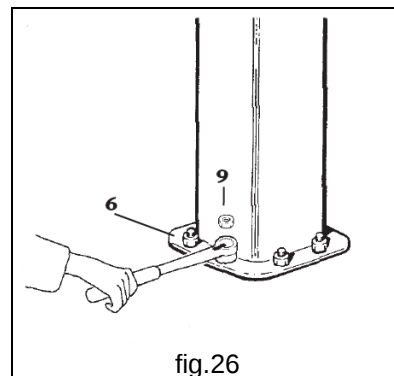

fig.26
5. Apretar firmemente las tuercas **6** por medio de una clave dinamométrica, aplicando los pares de apriete (ver tabla a pág. 12) previstas dependiendo del diámetro de los tirafondos, asegurar sucesivamente las tuercas contra el desenroscado con las tuercas de seguridad correspondientes **9**. (fig.26).